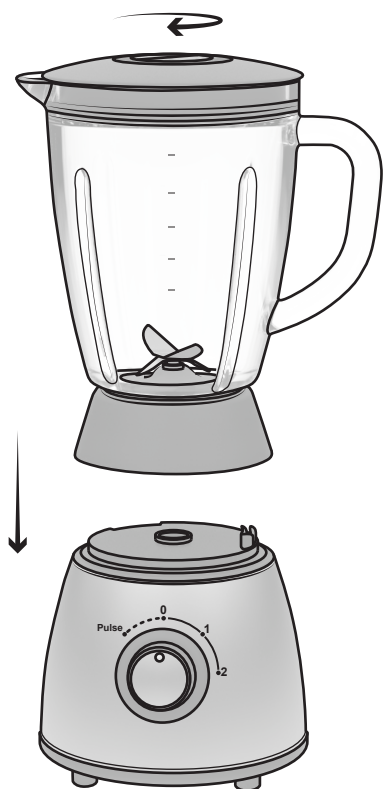

Fig. 4
7. Da ultimo, collocare la caraffa montata sull'unità motore allineando il simbolo della freccia sulla base della caraffa col simbolo di sblocco sull'unità motore e ruotandola in senso orario fino a che non è serrata. (Cfr. Fig. 4 e Fig. 5).